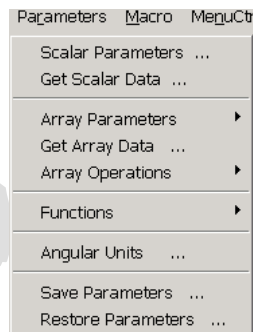

图1.10 【Parameters】菜单
- 【Parameters】菜单：主要用于分析过程中的参数设置，如图 1.10 所示。例如：【Scalar Parameters...】命令用于标题参数的设置；【Array Parameters】命令用于数组参数的设置等。